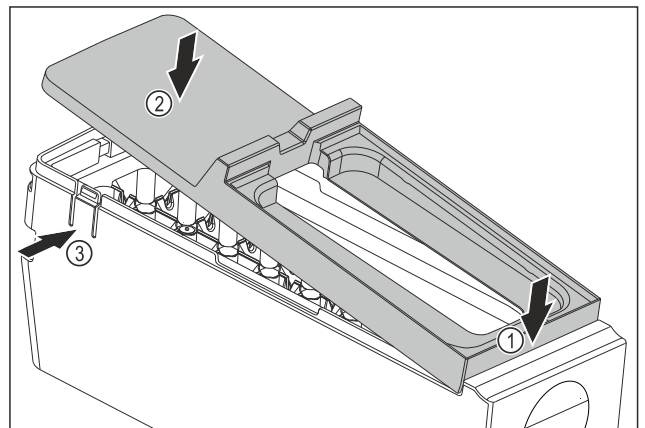

Fig. 85
- ▶ Montaż osłony korpusu EasyTwist-Ice: Osłonę założyć od przodu. Fig. 85 (1)
- ▶ Opuścić osłonę z tyłu. Fig. 85 (2)
- ▷ Osłona zatrzaskuje się słyszalnie w obu nakładkach Fig. 85 (3).